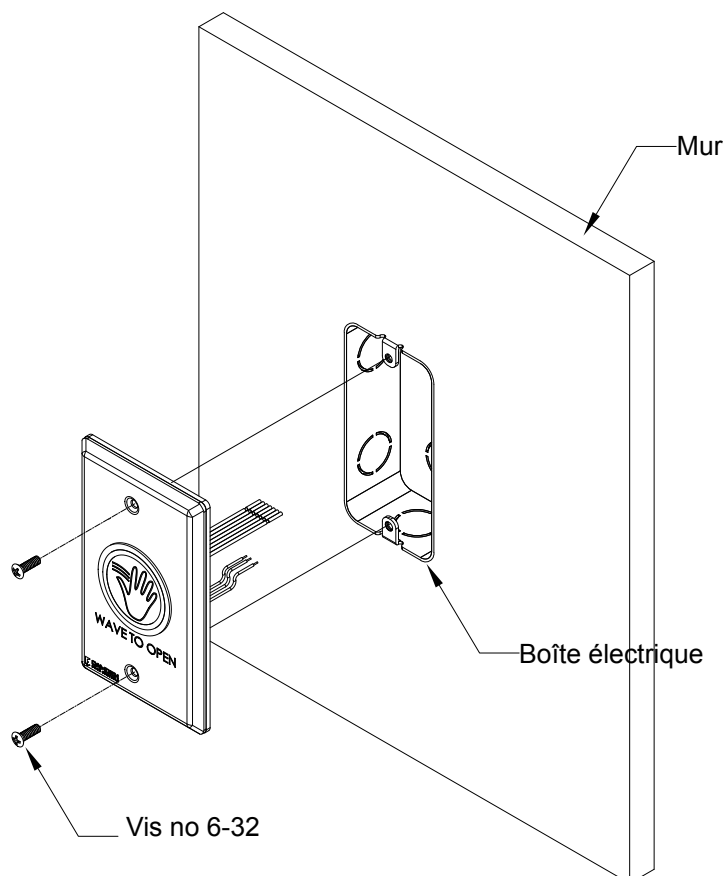

Figure 4.5.2 Installation sur boîte simple
1. Vérifier que la boîte électrique encastrée est d'aplomb, d'équerre et affleurante à la surface du mur (voir la figure 4.5.2)